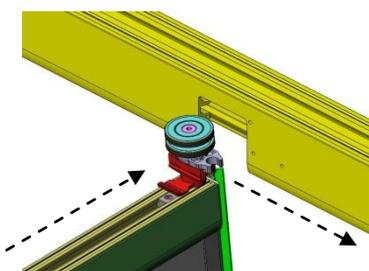

Figura 26
- En esta posición, llevar la hoja hasta la posición del mecanizado del "Perfil Marco Superior" e introducir la bisagra superior por dicho mecanizado, teniendo en cuenta que el casquillo clip debe introducirse y quedar alineado longitudinalmente con el "Perfil Marco Superior" (figura 26)